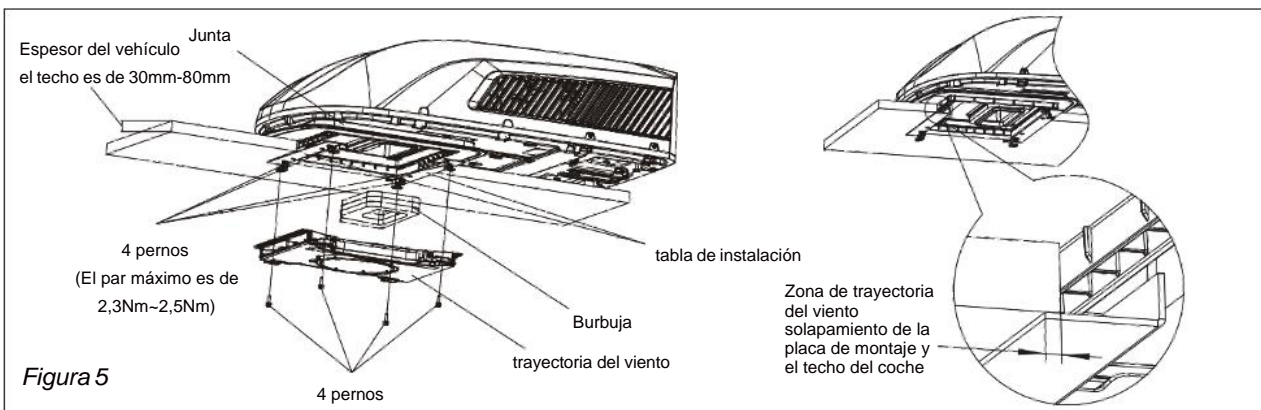

Figura 5
3. A continuación, lleve la unidad exterior a la parte superior del vehículo y alinéela con las aberturas de la parte superior del vehículo. Utilice 2 juegos de placas de montaje y 4 tornillos para montar la unidad exterior. En cuanto a la instalación de la placa de montaje, los 4 agujeros de los tornillos largos deben alinearse con los 4 agujeros del adaptador respectivamente y luego los planos superiores del borde inferior de las dos placas de montaje deben superponerse con la superficie inferior del techo del vehículo. (Véase la figura 5).
6. Instale el conjunto de espuma en el conjunto del conducto de aire. Utilice 4 tornillos para fijar el conjunto del conducto de aire en la placa de montaje. Después de conectar la unidad exterior con la unidad interior, compruebe si el conjunto de espuma se ha aflojado (véase la figura 5).